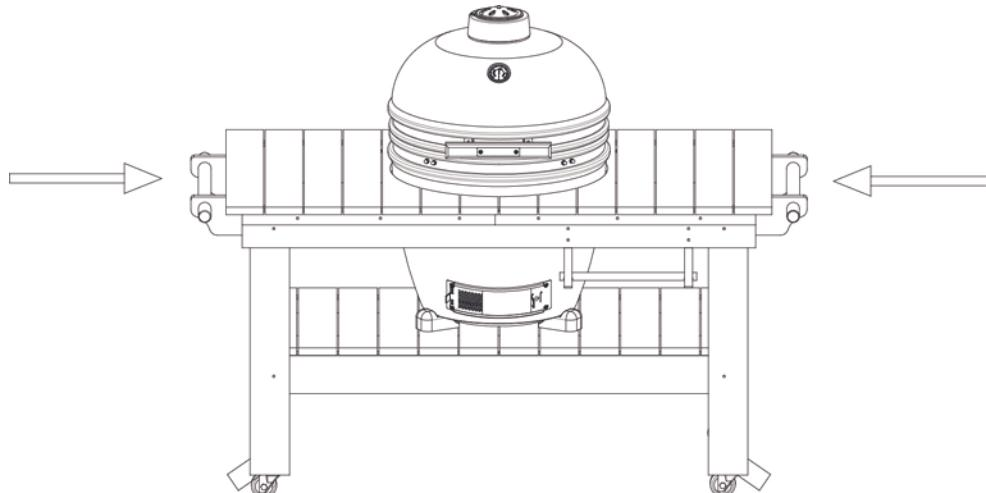

Figure 12
**ÉTAPE 5** Fixez les deux panneaux du dessus de table et fixez-les au cadre supérieur de la table en bois avec les vis fournies dans l'emballage de la table. (Voir figure 12) Le dessus de table devrait reposer juste sous l'anneau inférieur du gril.